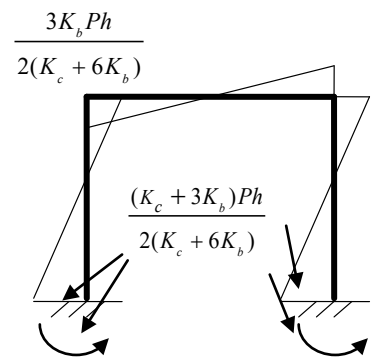

図 2 曲げモーメント図
上記の材端モーメントを用いて、節点 2 のモーメントの釣合が得られていることを確認しよう。また、材端モーメントを用いて、各部材の応力を求め、その応力から曲げモーメント図を図 2 のように描く。さらに、曲げモーメント図を利用して各部材のせん断力を求める。その際、部材 ① のせん断力と外力との釣合を確認する。